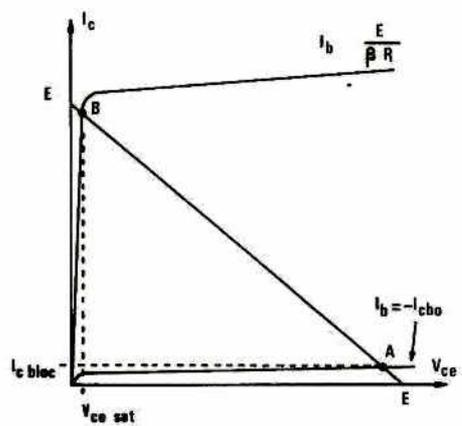

Figure 7
- ou bien il est bloqué : cette situation correspond au point A de la figure 7, intersection de la droite de charge et de la caractéristique obtenue pour  $I_b = -I_{cbo}$  (il suffit de polariser la base par une tension légèrement négative, pour un NPN).